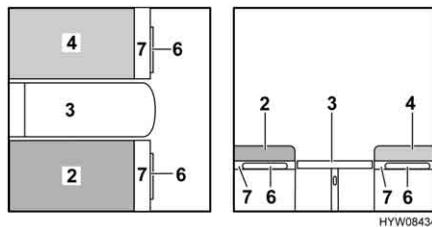

Fig. 65 Durante la trasformazione
- Posizionare i due piani d'appoggio dei cuscini (Fig. 65,7) sulle prolunghes dei sedili. I paracolpi di gomma sul lato inferiore impediscono ai piani di appoggio dei cuscini di scivolare.